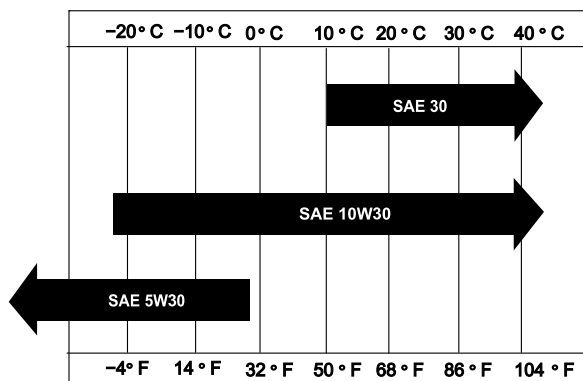

Bild 26
**Viskosität:** Wählen Sie die Ölviskosität nach der Umgebungstemperatur aus; siehe Bild 26.